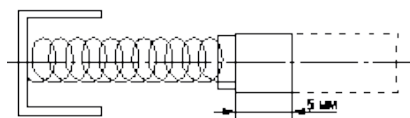

Рисунок 6. Щетка токосъёмника
- замените щётки, если графитовая поверхность щеток изношена и их длина меньше 5 мм (рис. 6);